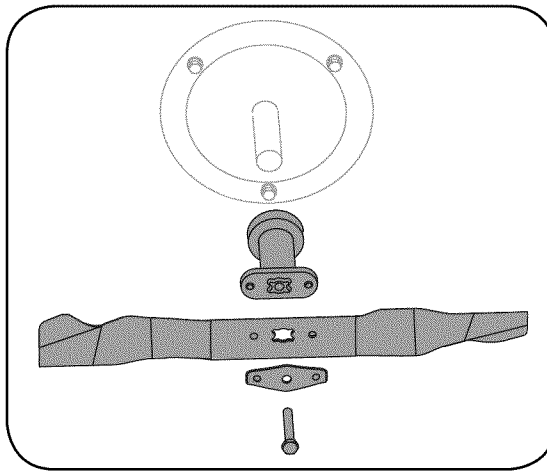

Figura 5-3
2. Retire del cigüeñal del motor el perno, el soporte de campana de la cuchilla, la cuchilla y el adaptador de la cuchilla. Vea la Figura 5-3.